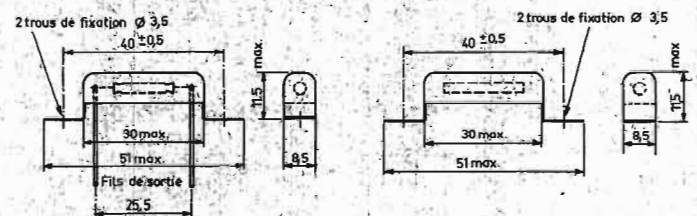

FIG. 5. - Cotés d'encadrement d'un groupe ILS 106 enrobé et aimant enrobé.
- Encombrement : figure 5.
L'aimant enrobé AB4159 est le modèle recommandé pour le bon fonctionnement de l'ILS enrobé 106 B4196. Encombrement : figure 5.